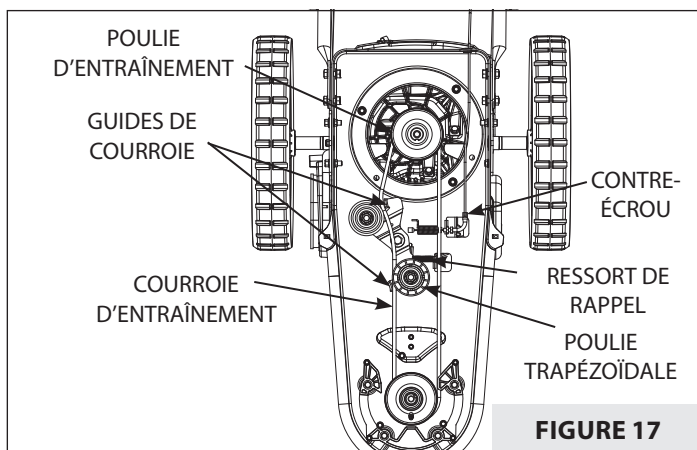

FIGURE 17
**REMARQUE :** Il y a un deuxième ajustement de câble sous le carter de débroussaillage si la machine n'embraye toujours pas correctement après le premier ajustement. **VOIR FIGURE 17.**